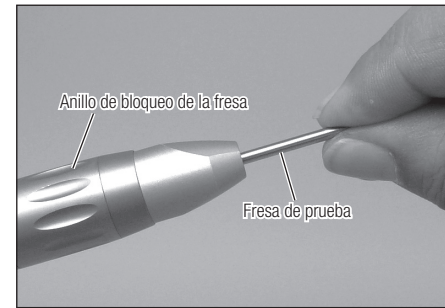

Fig. 15
- 1) Inserte la fresa de prueba incluida en la pieza de mano y bloquee el dispositivo de sujeción girando el anillo de bloqueo de la fresa (Fig. 15).
**PRECAUCIÓN** • Asegúrese de retirar la fresa de la Turbina de Aire y de las piezas de mano contra-ángulo antes de montar la pieza de mano en el adaptador o la junta. Para piezas de mano rectas, asegúrese de insertar la fresa de prueba incluida y de bloquear el dispositivo de sujeción antes de conectar a la junta de la pieza de mano del tipo E (Fig. 15).